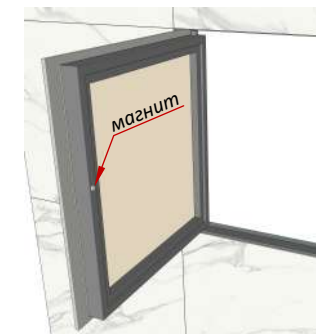
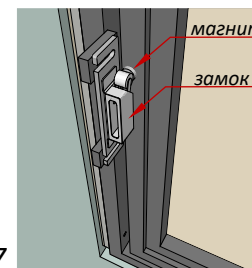

Рис. 16
Рис. 17
- 8) Закрепите неодимовый магнит на створку люка (Рис.16) и настройте их взаимодействие с замком (Рис.17). Теперь, можно открыть люк нажатием на плитку со стороны петель или со стороны замка. Стопорные уголки можно снять, они больше не понадобятся.